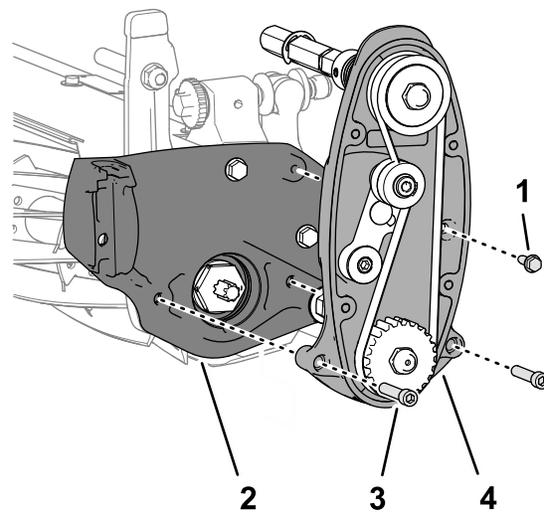

Figura 7
3. Rimuovete le 2 viti ad esagono incassato (5/16" x 1½") dai 2 dadi di bloccaggio (mantenuti fissati nella piastra laterale) che fissano il gruppo trasmissione del cilindro alla piastra laterale dell'apparato di taglio, e rimuovete la trasmissione del cilindro (Figura 7).